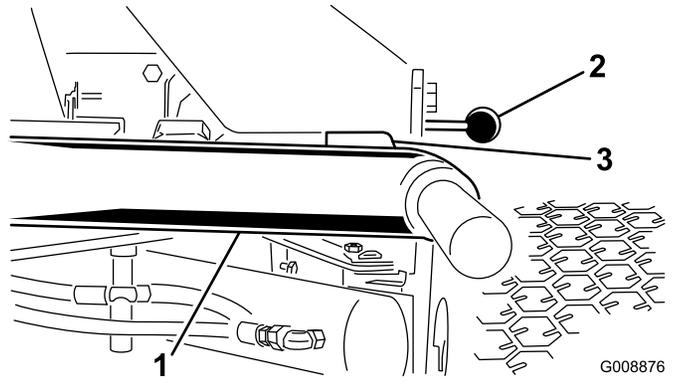

图25
1. 启动发动机升起提升臂检查并确保各个提升臂与底板支架之间的间隙介于 58mm 之间 图25。